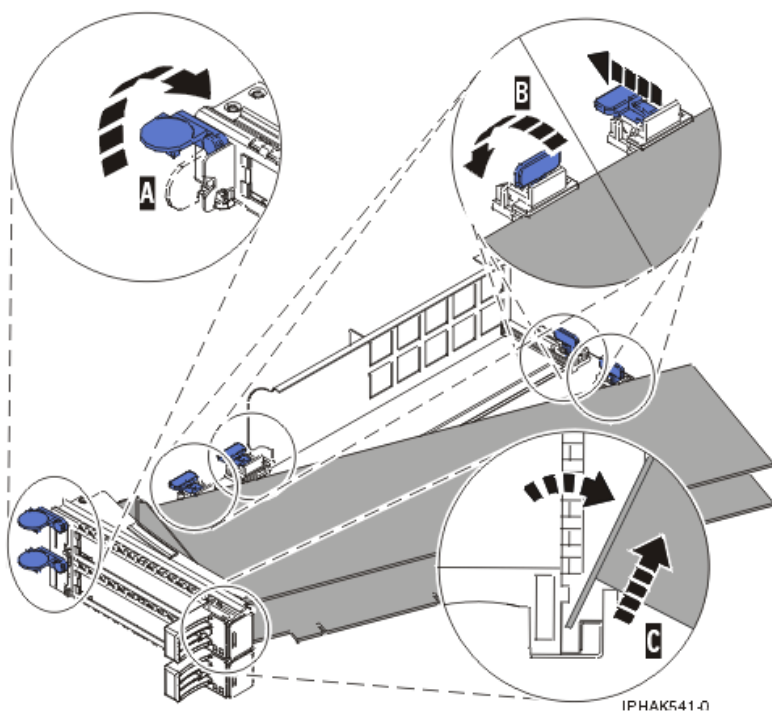
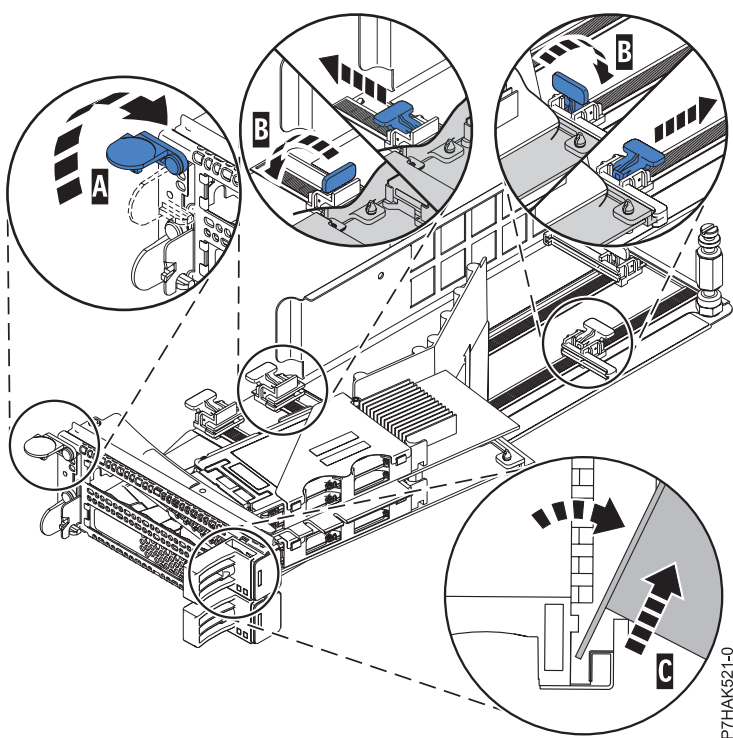

Figure 150. Retrait de la carte de la cassette de cartes PCI
Figure 151. Retrait de la carte PCIe RAID et SSD SAS de la cassette de cartes PCI
- d. Dévissez le pivot (C) et placez-le en lieu sûr
- a. Déverrouillez les crochets de retenue (B) de l'adaptateur en faisant pivoter les pattes de retenue (A) pour les mettre en position horizontale. Voir figure 150, à la page 178. Si vous retirez une carte PCIe RAID et SSD SAS, voir figure 151, à la page 178.